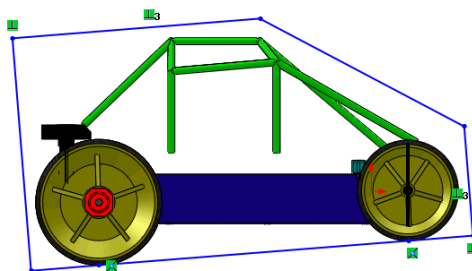

Figura 2.5 - Esboço ao redor do carrinho.
4. Com a ferramenta Linha, faça um desenho ao redor do carrinho conforme a Figura 2.5.